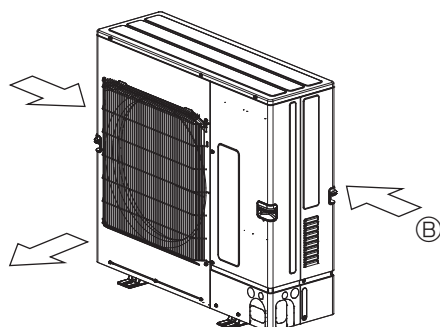

Fig. 2-6
- ③ Coloque la unidad de manera que la salida de aire sople en dirección perpendicular a la dirección estacional del viento, si la conoce. (Fig. 2-6)
④ Guía de protección de aire
⑤ Dirección del viento